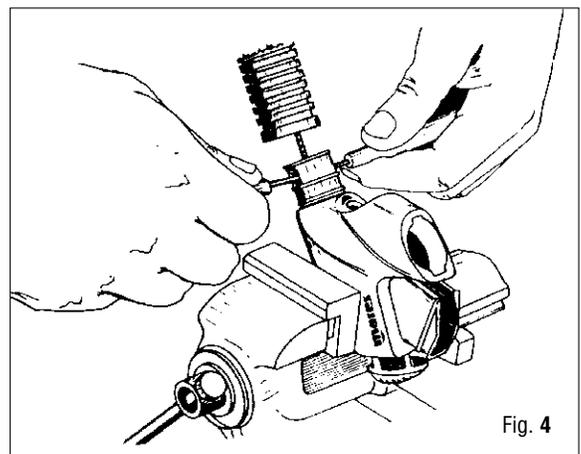

Fig. 4
1. Con una pinza especial (por ej. pinzas de corte) quite la abrazadera (59) y extraiga el cuerpo del mando (46) del tubo corrugado (60).
2. Apriete ligeramente el cuerpo del mando (46) en una morsa con quijadas de plástico.
3. Con dos pequeños destornilladores de corte, presione simultáneamente sobre las conexiones del casquillo de enganche del sedal (47) y quítelo del cuerpo de mando (46). (Fig. 4)
4. Desmonte el muelle (48) situado en el casquillo de enganche (47).